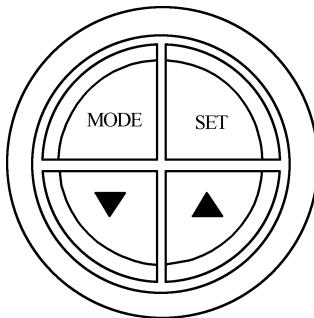

图 1-7 设置按钮识别
- 2) 同时按住驾驶人信息中心上的▲和▼按钮，如图 1-7 所示。